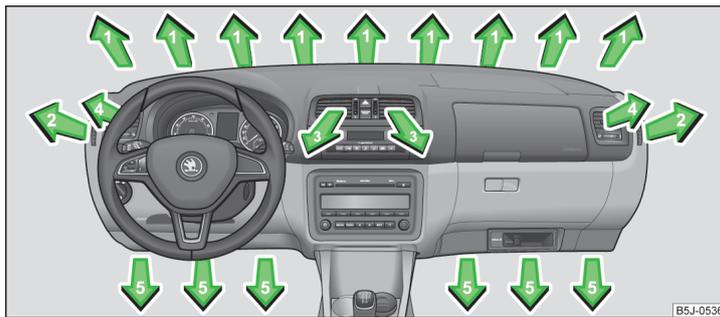

Fig. 99 Difusores de salida de aire
En los difusores de salida de aire **3**, **4** » fig. 99 y se puede modificar el sentido de la corriente de aire, y los difusores se pueden también cerrar y abrir individualmente.
► Girar la rueda vertical (difusores de salida de aire **3**) » fig. 99 o la rueda horizontal (difusores de salida de aire **4**) a la posición .
► Girar la rueda vertical (difusores de salida de aire **3**) » fig. 99 o la rueda horizontal (difusores de salida de aire **4**) a la posición **0**.
► Mueva las láminas horizontales con el ajustador de elementos deslizable para cambiar la altura del flujo de aire » fig. 99.
Recomendamos dejar los difusores de salida de aire **3** » fig. 99 de la página 95 en posición abierta en todos los modos de servicio.